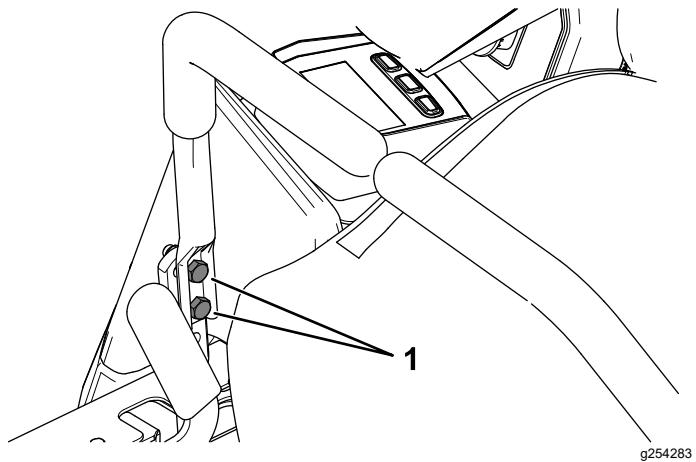

Figura 52
10. Si es necesario alinearlas, afloje los 2 pernos de montaje de la palanca de control de movimiento del lado que está mal alineado (Figura 52).
12. Apriete los 2 pernos de montaje de la palanca de control de movimiento (Figura 52).